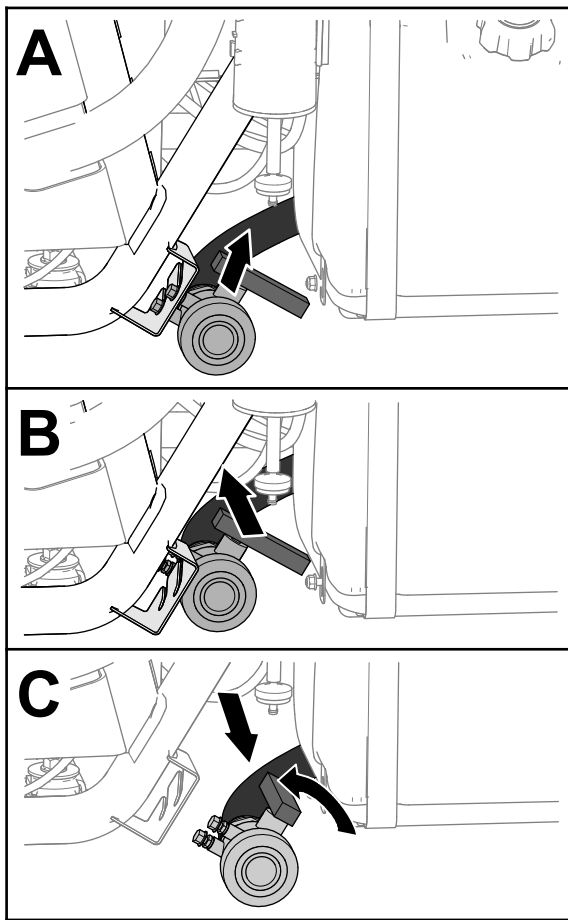

图 27
- 找到机器左侧、油缸前方的药缸排水阀图 27。
3. 提起排水阀并向内移动直至阀的安装螺栓离开排水阀支架中的槽然后向后移动排水阀图 27。
4. 将排水阀的端部与排水容器对齐将手柄逆时针旋转至打开位置图 27。
5. 当药缸完全排空时将排水阀手柄旋回已关闭位置然后将排放阀安装到支架上图 27。